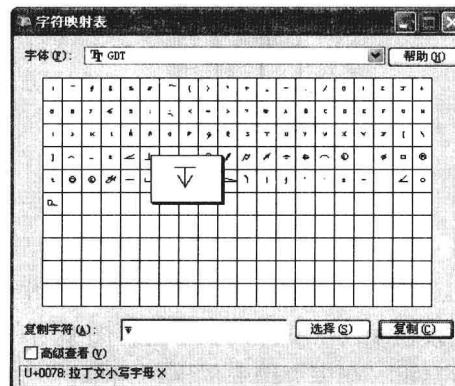

图 11-1-24
(26) 在“注释”面板中，使用“角度”按钮 \triangle 、“线性”按钮 T 、“半径”按钮 O 、“直径”按钮 D ，标出尺寸。
(27) 在“注释”面板中单击“多行文字”按钮 M ，创建文字输入框，单击“符号”按钮 @ ，在弹出的列表中选择“其他”，打开“字符映射表”对话框，选择字体为“GDT”，单击孔深符号，单击“选择”和“复制”按钮，如图 11-1-24 所示。